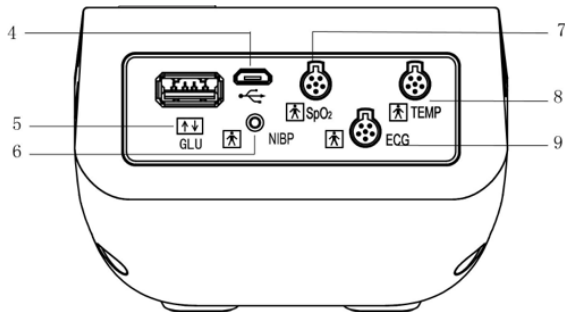

Figura 2.3B-Vista lateral superior
- NOTA:** La Figura 2.3A es la vista lateral superior de la versión anterior del dispositivo, y la Figura 2.3B es la vista lateral superior de la versión actual del dispositivo. La diferencia entre las dos versiones se puede observar en la parte superior del panel lateral. La versión anterior dispositivo tiene solo 2  puertos, marcados "PORT1" y "PORT2", que son los conectores genéricos capaces de conectar cualquier combinación de sonda de temperatura, sonda SpO₂ inteligente o accesorio ECG (por ejemplo, monitor de Easy ECG). Sin embargo, la versión actual del dispositivo tiene 3  puertos, marcados "SpO₂", "TEMP" y "ECG" respectivamente, que solo pueden utilizarse para conectar los sensores o accesorios correspondientes.